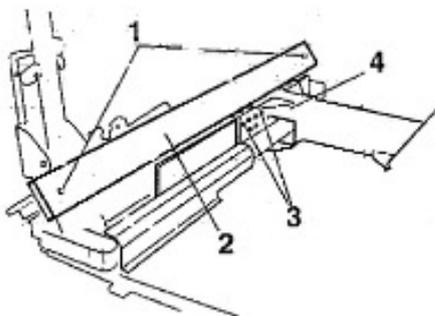

Fig.8.5
- c) Desaperte os parafusos de fixação da proteção (1 Fig.8.5), retire a proteção da corrente (2 Fig.8.5).
- d) Soltar as porcas (3 Fig.8.5) para cada sapata superior do carro (4 Fig.8.5).
- g) Apertar as quatro porcas de fecho dos sapatos de deslize superiores (3 Fig.8.5)
- i) Voltar a montar o guarda na cadeia V2 Fig.8.5).